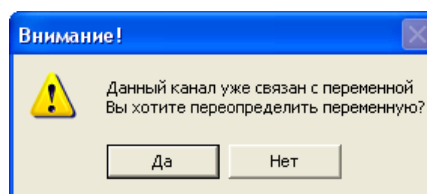

Рис. 16 Предупреждающее сообщение
1. Щелчком левой кнопки мыши выбирается вход или выход из списка в левом или правом столбцах. Если входу (выходу) уже присвоено значение переменной – появляется сообщение, показанное рис. 16;